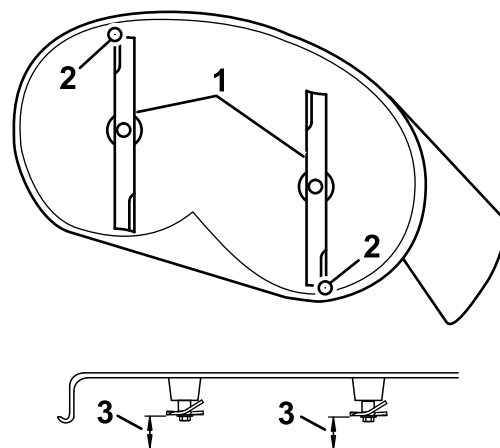

Figura 62
4. Gire cuidadosamente las cuchillas colocándolas en el sentido de avance de la máquina (Figura 62).
5. Mida entre la punta de la cuchilla delantera y la superficie plana y entre la punta de la cuchilla trasera y la superficie plana (Figura 62).